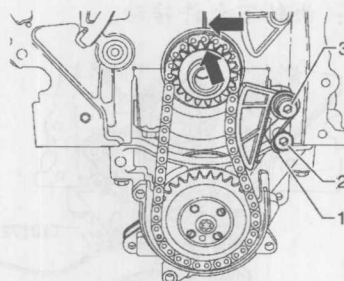

图1-2-6 拆张紧弹簧
⑳将图1-2-6所示固定销2上的张紧弹簧1用一把螺钉旋具撬出并取出张紧弹簧1，旋出紧固螺栓3并取下链条张紧器。